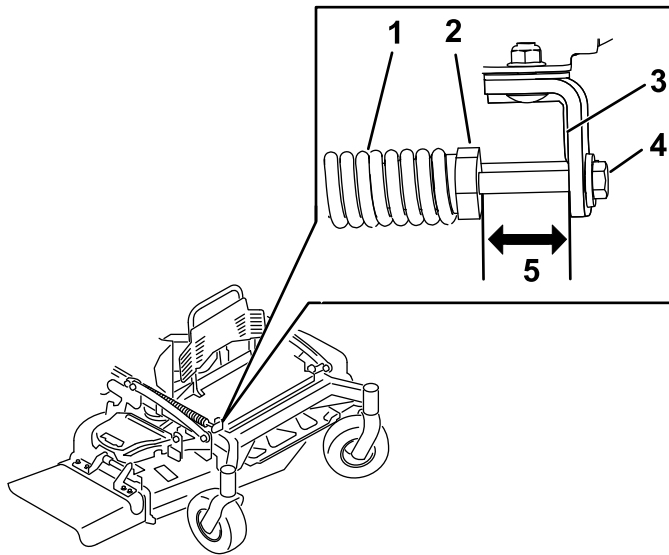

Figure 85
2. Vérifiez la distance entre l'écrou de ressort et l'arrière du support soudé (Figure 85).
3. La distance doit être comprise entre 64 et 89 mm (2,5 et 3,5 po), comme montré à la Figure 85.
4. Au besoin, réglez la distance en ajustant le boulon sur l'avant du support (Figure 85).